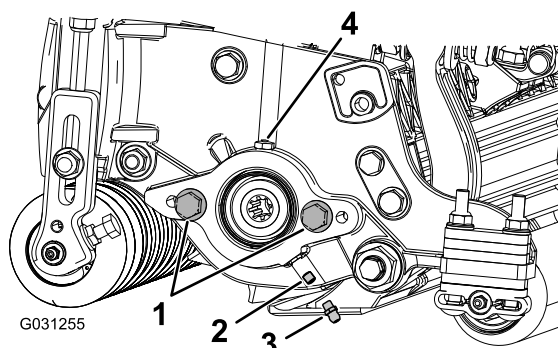

Рисунок 6
1. Выверните и удалите в отходы установочный винт на боковой пластине двигателя барабана (Рисунок 6).
2. Установите прямую масленку (Рисунок 6).
3. Если на боковой пластине двигателя барабана нет болтов, установите их (Рисунок 6).
6. Заправляйте консистентной смазкой боковую пластину до тех пор, пока излишки консистентной смазки не выйдут из выпускного отверстия (Рисунок 6).